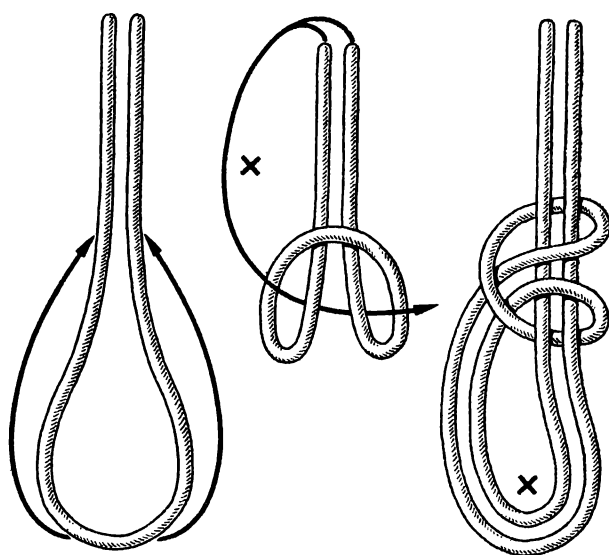

Рис. 84. Скользящая глухая петля
**Скользкая глухая петля** (рис. 84). Этот простой и прочный узел может служить в повседневной жизни для затягивания различных тюков и свертков при их упаковке. Вязка узла предельно проста и не требует каких-либо комментариев.